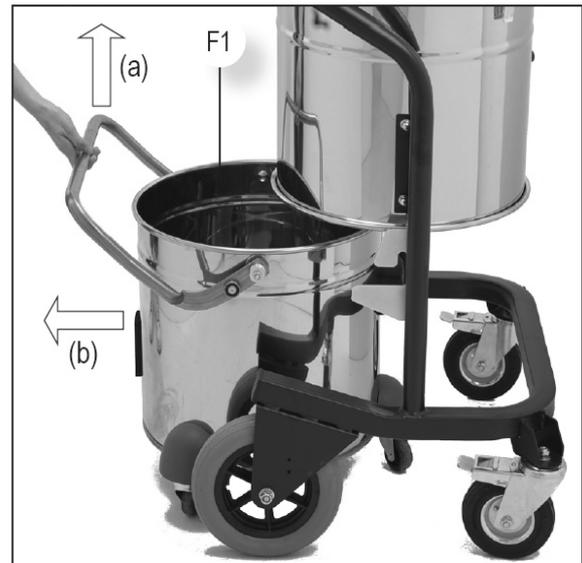

Abb. 13: Entleerung des Tanks
Schritt 4: Ziehen Sie den Hebel (Pos. a, Abb. 13) an und entfernen Sie den Tank F1 in die Richtung „b“ (Abb. 13)